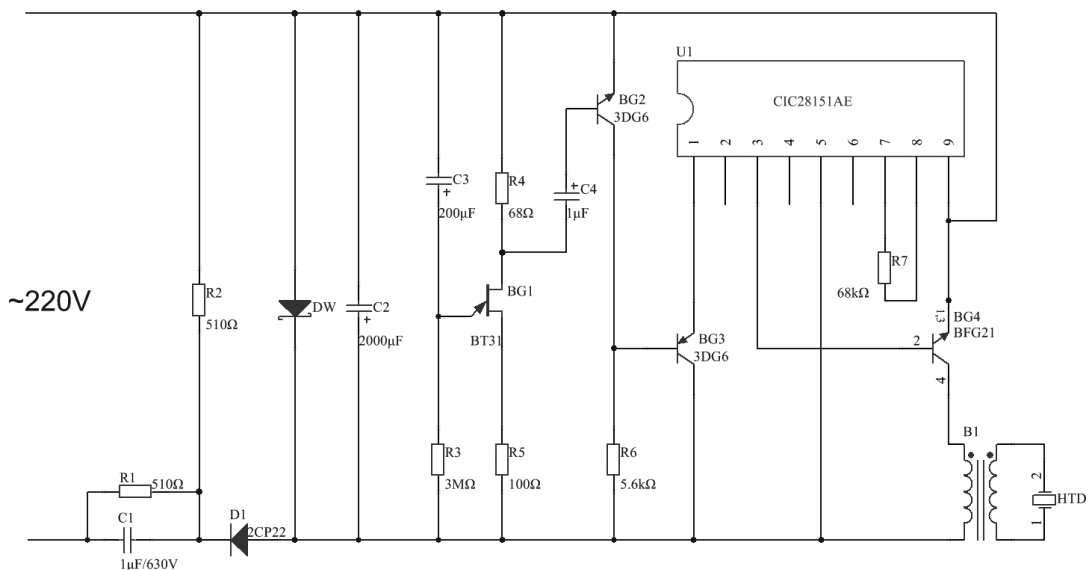

图 4-52 放置电源
(2) 将电源端口放置在左侧导线端，同样的方法放置电源端口“B”，结果如图4-52所示。